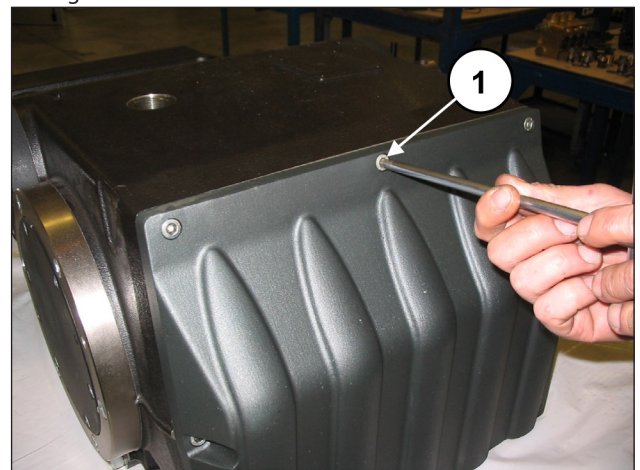

Abb. 10
Lösen Sie die Befestigungsschrauben des Gehäusedeckels (Pos. ①, Abb. 10) und entfernen Sie den Deckel. Ziehen Sie den O-Ring ab und ersetzen Sie diesen bei Bedarf.